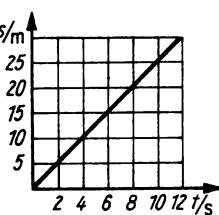

Bild 9
2.18 Berechnen Sie die Geschwindigkeit des Körpers, dessen Bewegung das Diagramm (Bild 9) darstellt.